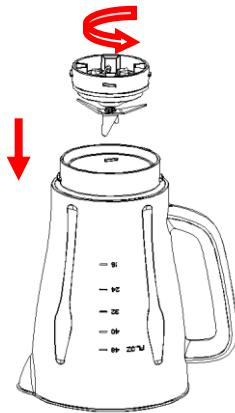

Fig.3
4. Invierta la jarra sobre una superficie nivelada, sosteniendo la manija del jarro, coloque el anillo de sellado 2 y el conjunto de la cuchilla en la base de la jarra y asegure el conjunto de la cuchilla girándolo en sentido contrario de reloj hasta que quede apretado (Ver la Fig.3).